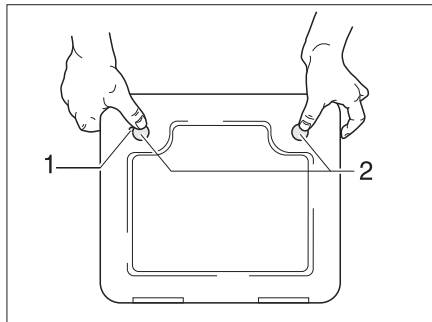

Bild 260 Klappe für die Toiletten-Kassette
- Die Klappe für die Kassette außen am Fahrzeug öffnen. Dazu den Schlüssel in den Schließzylinder des Druckschlosses (Bild 260,1) stecken und eine viertel Umdrehung drehen.
- Beide Druckschlösser (Bild 260,2) gleichzeitig mit dem Daumen drücken und die Klappe für die Kassette öffnen.